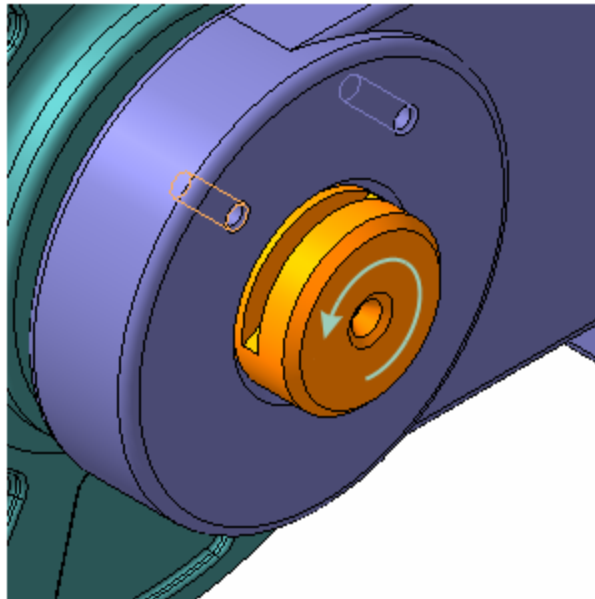

Рисунок 12.
- Поверните деталь Ось чуть влево, чтобы стала видна плоская грань на дне паза (рис.12).